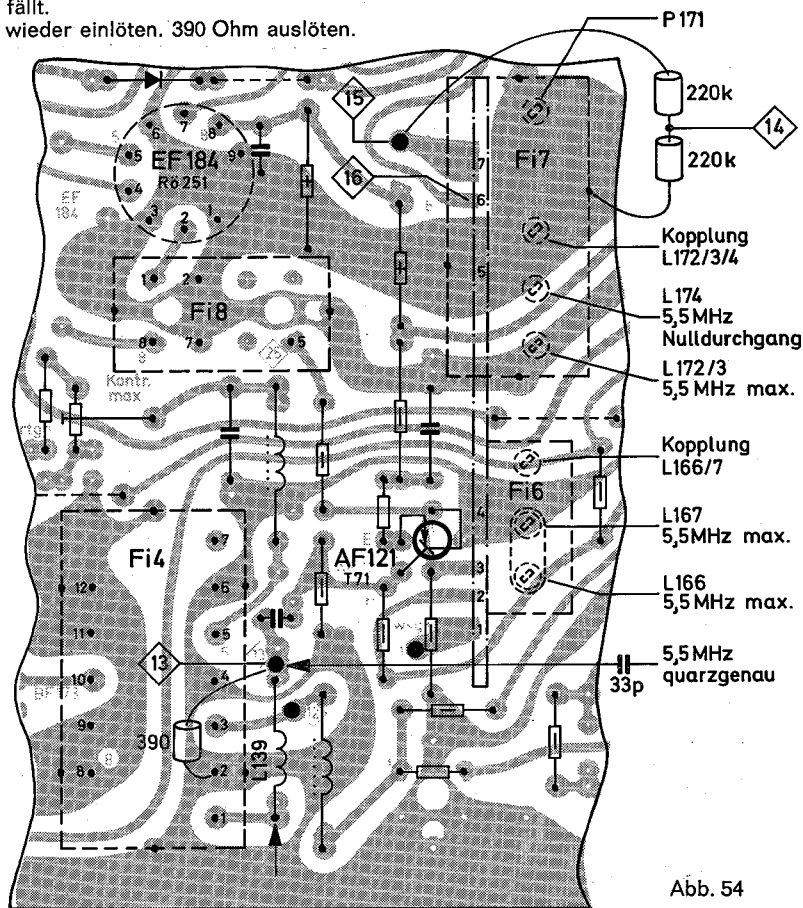

Abb. 54
L 139 bei — auslöten (siehe Abb. 54).
Von Meßpunkt ③ nach Masse 390 Ohm (Ersatzwiderstand für Ri Filter 4) legen (siehe Abb. 54). Über 33 pF 5,5 MHz (quarzgenau) an Meßpunkt ③ einspeisen.